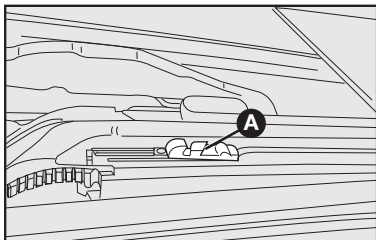

fig. 79
**NOTA:** durante a limpeza ou lubrificação, tomar cuidado para que o pino A-fig. 79 presente dentro do trilho de movimentação não saia da posição. Isto pode causar a quebra do mecanismo do teto solar.